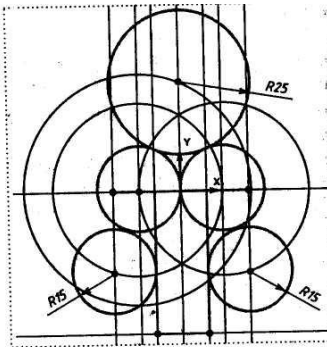

Рис. 55
8. По команде Окружность, касательная к двум кривым  на панели инструментов строим окружности $R15$ и $R25$ (см.рис.55). По табл. 1 вид сопряжений— п.9.